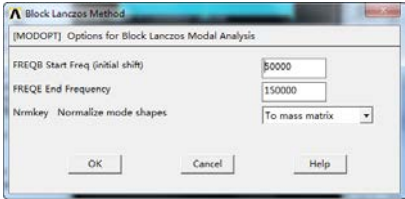

图 10-2 兰索斯（Block Lanczos）模态提取法选项
(8) 其他模态分析选项：完成了模态分析选项（Modal Analysis Option）对话框中的选择后，单击“OK”按钮。一个相应于指定的模态提取方法的对话框将会出现，以选择兰索斯模态提取法（Block Lanczos）为例，将弹出“Block Lanczos Method”对话框，如图 10-2 所示，其中“FREQB Start Freq (initial shift)”对应项表示需要提取模态的最小频率，“FREQE End Frequency”对应项表示需要提取模态的最大频率，一般按默认选项即可（即：不设定最小和最大频率）。